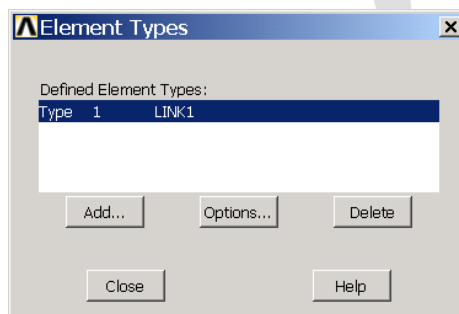

图12.25 定义单元类型
(4) 单击 Main Menu>Preprocessor>Element Type>Add/Edit/Delete 菜单, 打开【Element Types】对话框, 然后单击【Add...】按钮, 添加 LINK1 单元, 如图 12.25 所示。